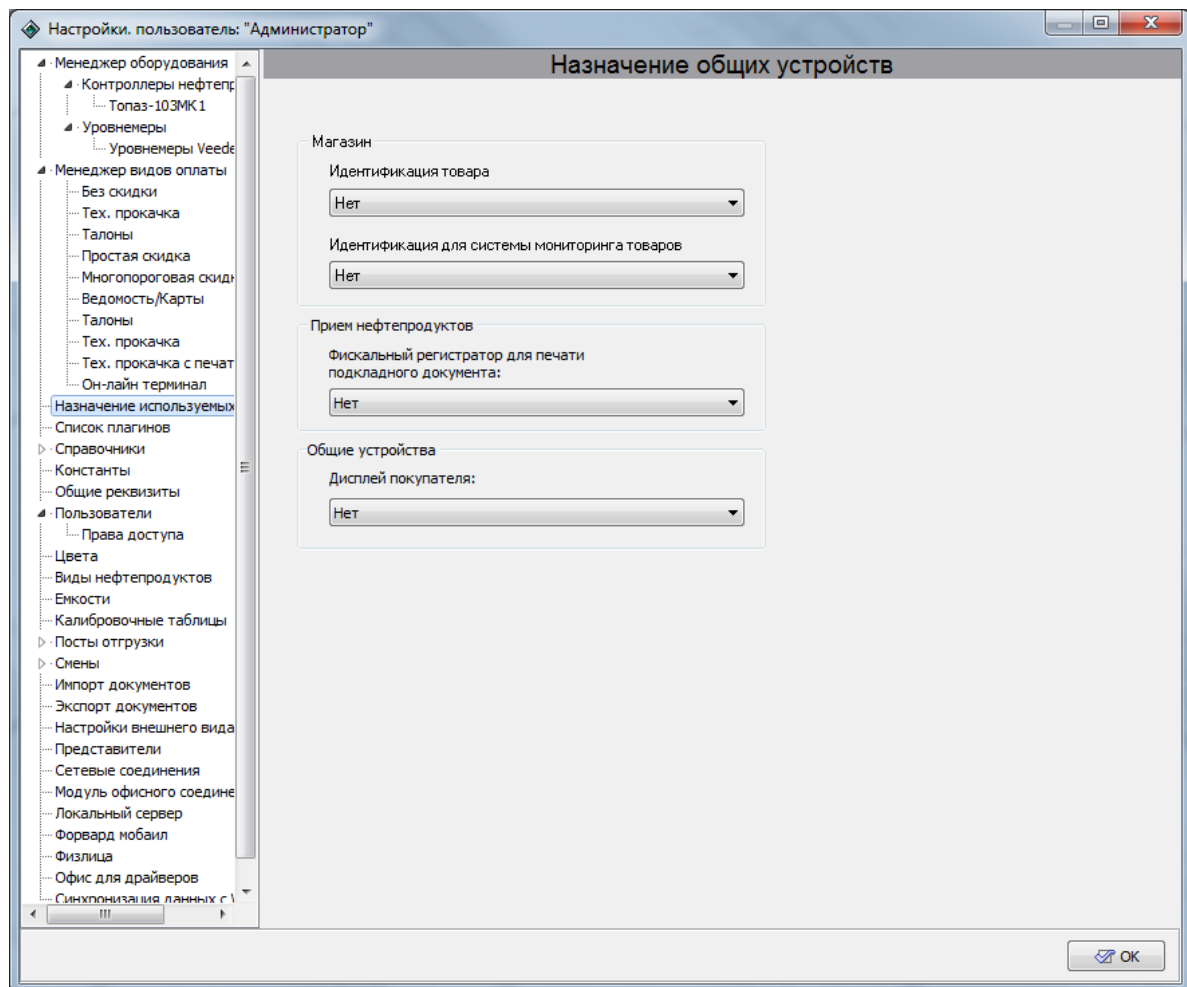

Рисунок 34. Назначение используемых устройств.
- **Наценка** – схема расчета данной категории цен относительно базовой. Может быть как положительной, так и отрицательной. Наценка может быть рассчитана как процент от базовой цены (число в колонке **%**) и/или как сумма, добавляемая к цене (число в колонке **Сумма**). Формула для определения конечной стоимости исходя из настроек см. рисунок 34;